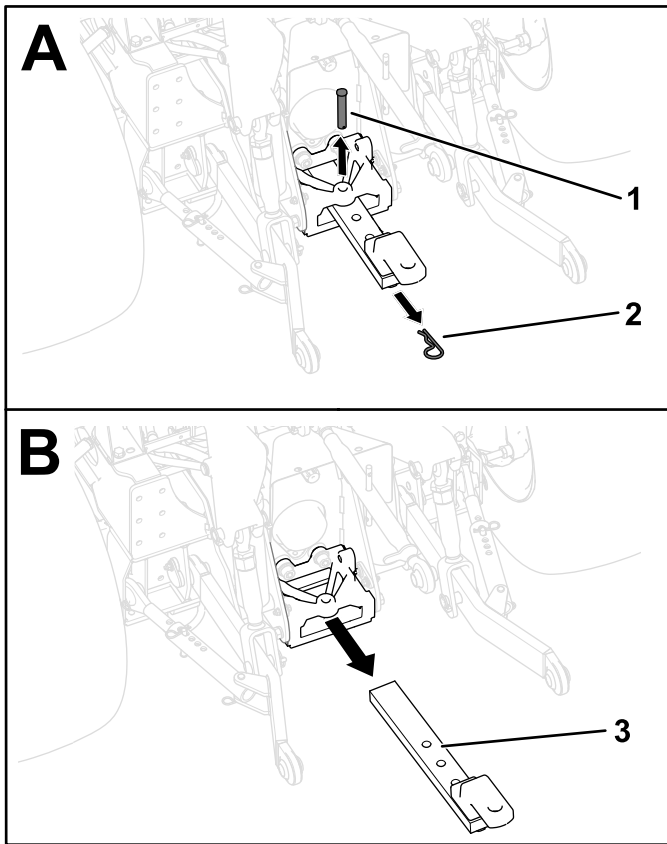

Figura 20
1. Rimuovete la coppiglia a forcina e il perno con testa che fissano la barra di traino al relativo supporto (Figura 20).
2. Rimuovete la barra di traino dal supporto (Figura 20).